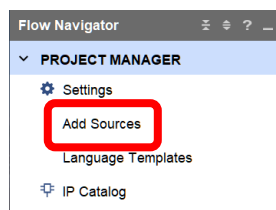

図 11.18 シミュレーションの手順 1
1) ウィンドウ左側の「Add Sources」を選択する（図 11.18）。